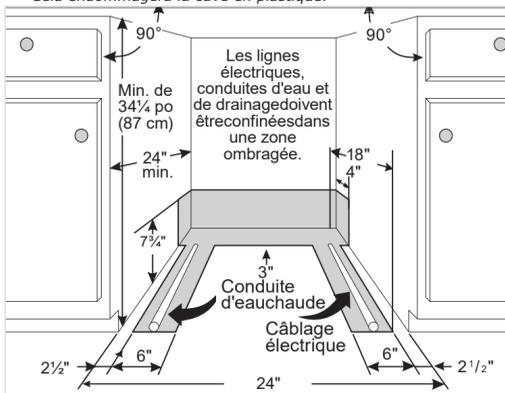
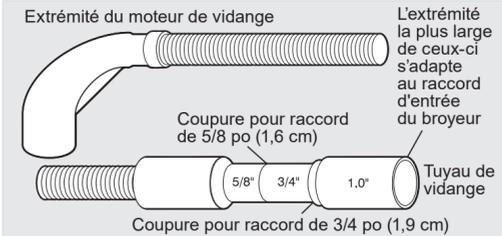
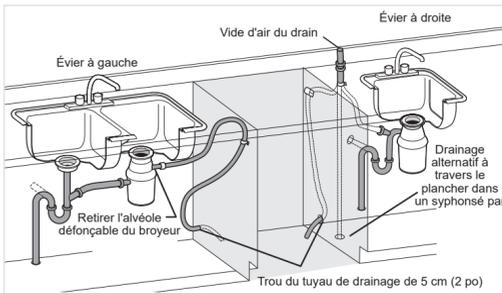

Figure 2
Figure 7
Figure 8
Pour le bon fonctionnement et l'apparence de l'appareil, l'ouverture de l'armoire doit avoir les dimensions indiquées à la Figure 2. Si l'appareil doit être placé dans un coin, il doit y avoir un dégagement latéral d'au moins 50 mm (2 po) pour ouvrir la porte.
- Les lignes électriques, conduites d'eau et de drainage doivent être confinées dans les zones ombragées, comme indiqué dans la Figure 2.
- Tous les raccordements doivent être effectués dans la zone ombragée, comme sur la Figure 2.
- Découpez le trou d'accès dans la zone ombrée indiquée à la Figure 2.
- Découpez le trou d'accès à l'eau dans la zone ombrée à la Figure 2.
- Si vous le raccordez à un broyeur, la grande extrémité du tuyau de vidange s'y adaptera. Figure 7. L'alvéole défonçable doit être dégagée de l'entrée du broyeur avant de procéder à l'ajustement final du tuyau de vidange. Voir Figure 8.
- Avant de couper l'accès au tuyau de vidange, vérifiez les deux côtés de la zone sélectionnée pour éviter toute obstruction. Découpez un trou de 50 mm (2 po) de diamètre dans la zone ombrée, comme indiqué sur la Figure 8. Figure 2.